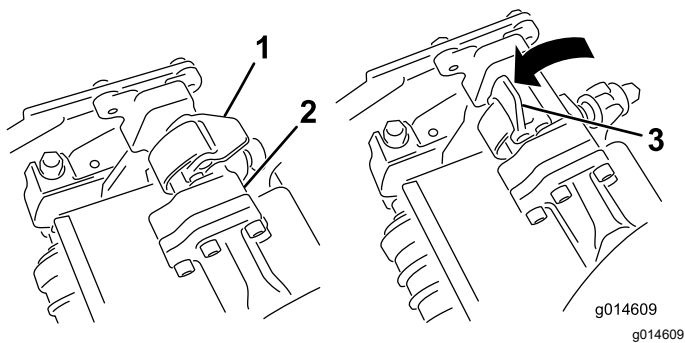
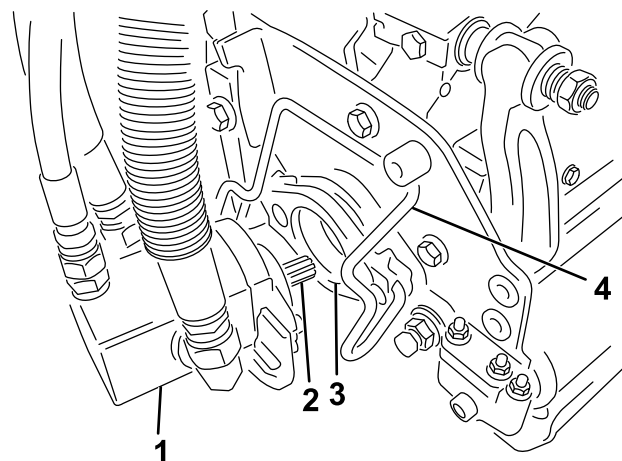

Figura 54
Figura 55
3. Con los enganches del brazo de suspensión orientados hacia arriba (es decir, abiertos (Figura 54), empuje hacia abajo el brazo de suspensión de modo que la barra encaje en la barra situada en la parte superior de la unidad de corte (Figura 55).
- Presione los enganches hacia abajo alrededor de la barra de la unidad de corte y bloquéelas (Figura 54).
4. Abra los enganches de la barra del brazo de suspensión de la unidad de corte que está retirando (Figura 54).